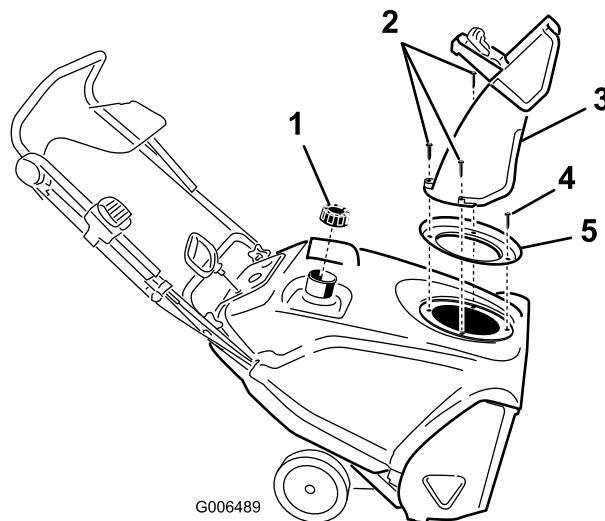

Bild 25
3. Nehmen Sie den Auswurfkanal, den Auswurfkanalgriff und die Auswurfkanaldichtung, indem Sie die drei großen und eine kleine Schraube entfernen (Bild 25).